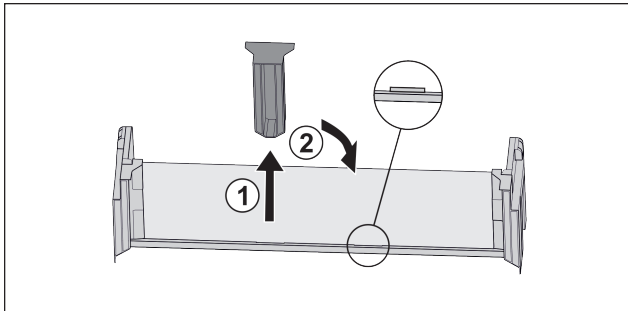

Fig. 23
- Mittleres Halteteil abziehen Fig. 23 (1).
- Mittleres Halteteil auf zweiter Position einsetzen Fig. 23 (2).